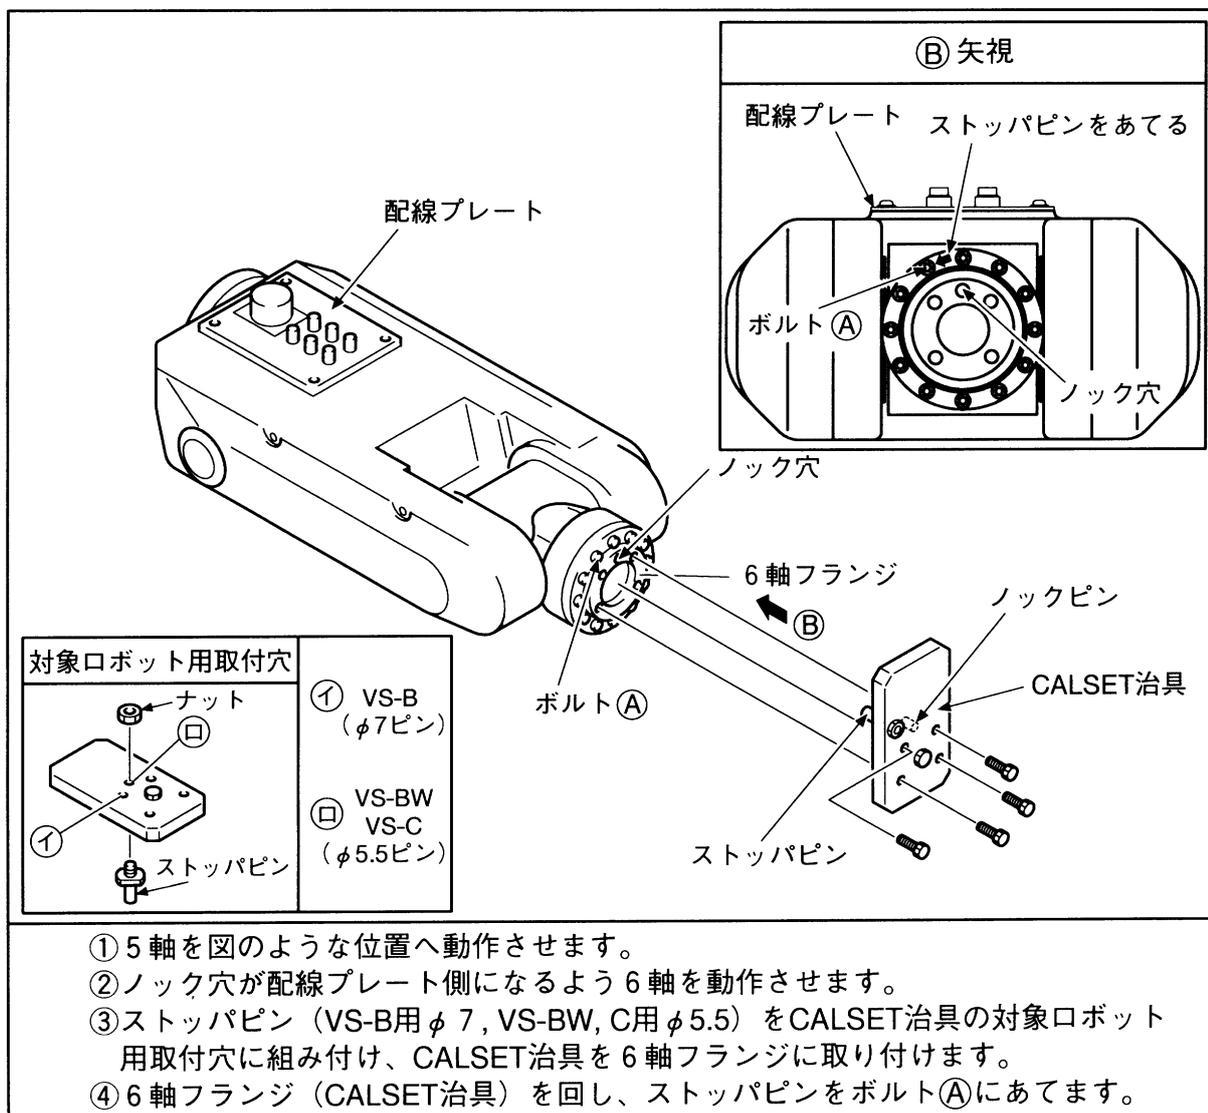

図5-62-1：CALSET治具の取り付け
①VS-Cシリーズでは、CALSET治具のストッパピンは $\phi 5.5$ の径のものを使用し、図5-62-1の㊸の取付穴に組み付けてください。
注：従来のVS-6354B、VSS-6354Bロボットでは、ストッパピンは $\phi 7$ の径のものを図5-62-1の㊸の取付穴に組み付けます。
②図5-62-1のように、CALSET治具を6軸フランジに取り付けてください。
注：6軸CALSET位置は6軸フランジを回して、図5-62-1のストッパピンがボルトAに当たる位置になります。
6軸	CALSET 治具によって設けたプラス方向回転端（P5-89の図5-62-1参照）